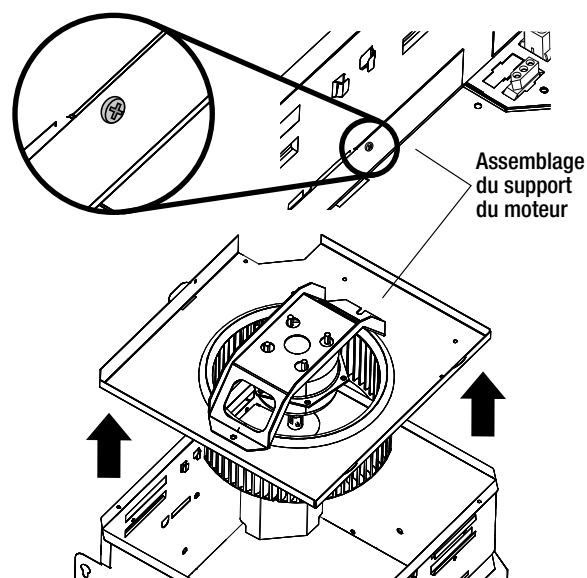

Fig. 7
- Retirer la vis qui fixe l'assemblage du support du moteur au boîtier du ventilateur et retirer l'assemblage en libérant les languettes. Voir la figure 7.